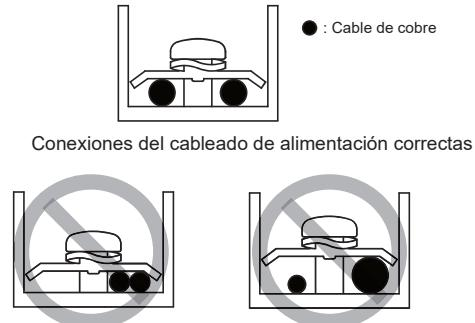

Figura 9.2
- No conectar dos cables de alimentación con diámetros diferentes al mismo terminal del suministro eléctrico (puede causar el sobrecalentamiento de los cables debido al cableado suelto) (Véase figura 9.2).